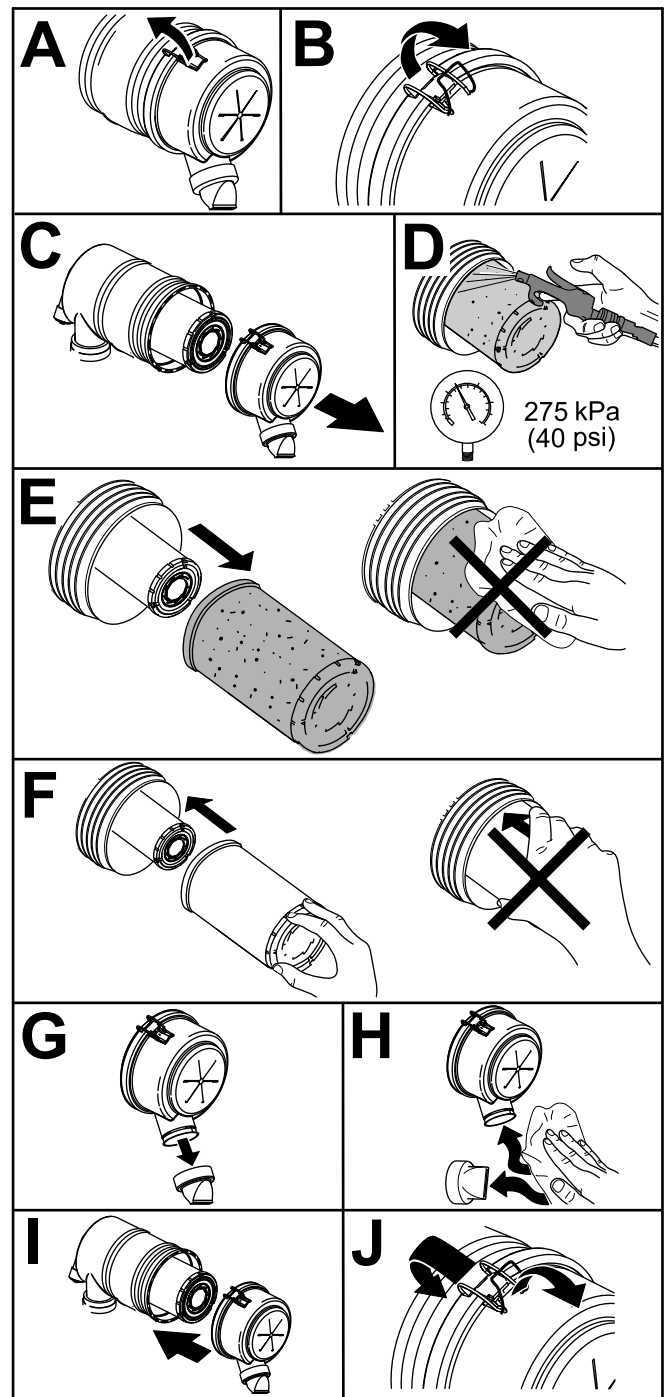

Figura 52
1. Cambie el elemento del filtro de aire (Figura 52).